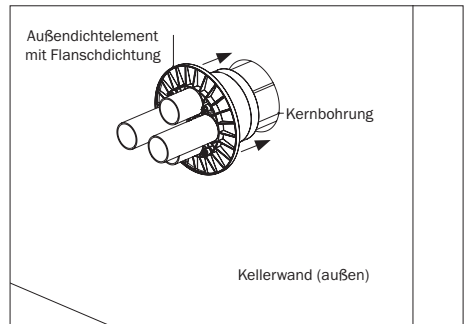

Abbildung 5.4: Außendichteelement in Kernbohrung
- Schieben Sie das Außendichteelement außenseitig über die Mantelrohre bis in die Kernbohrung, so dass der Flansch des Außendichtelements an der Kellerwand liegt (s. Abbildung 5.4).